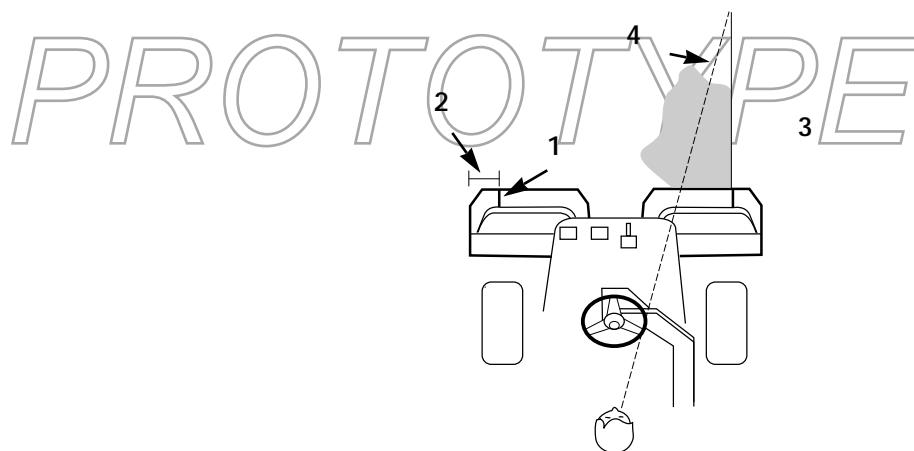

Fig. 13
2. Sæt enten et stykke hvid tape eller mal en streg på hver græsopsamler, parallelt med yderkanten af hver græsopsamler (Fig. 13).
3. Den foregående bane skal overlappes en lille smule, når der køres tilbage. For at holde en lige linie på tværs af green'en og holde maskinen i samme afstand fra kanten af den foregående bane, skal man forestille sig en synsline 2 til 3 meter foran maskinen til kanten af den ikke-klippede del af green'en (Fig. 13 & 14). Der er nogen, som finder det nyttigt at tage yderkanten af rattet med som en del af synslinien, d.v.s. man skal holde den yderste kant af rattet rettet ind med et punkt, som altid er i samme afstand fra maskinens front
(Fig. 13 & 14).